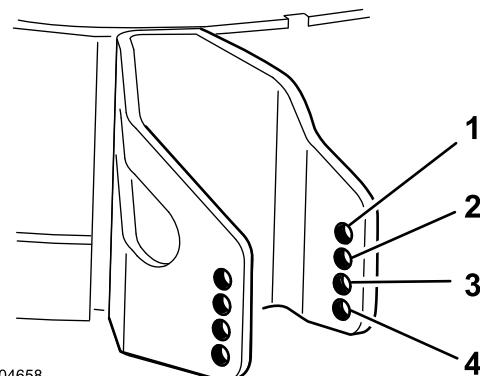

Figura 24
- Seleccione el taladro que hará que el rodillo protector del césped esté lo más próximo posible a la altura de corte deseada (Figura 24).